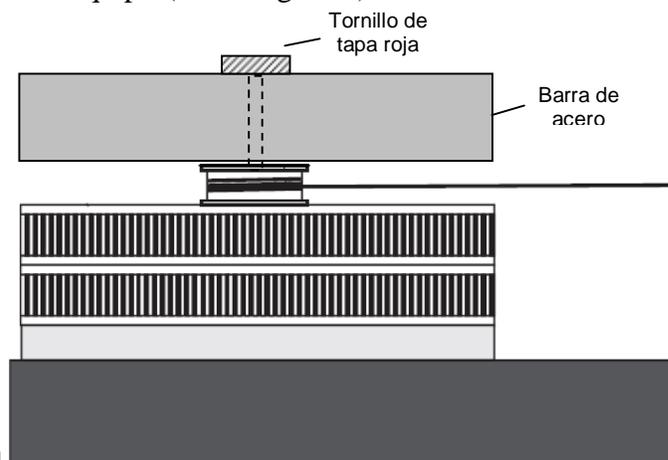

Figura 2. Montaje para
2. Aplique la ecuación (1) y calcule el momento de inercia del sistema: [disco de aluminio + polea pequeña]; ($I_o = I_{disco} + I_{polea}$).
3. Retire el tornillo de tapa negra y fije directamente sobre la polea pequeña, la barra de acero suministrada con el equipo (vea la figura 2).